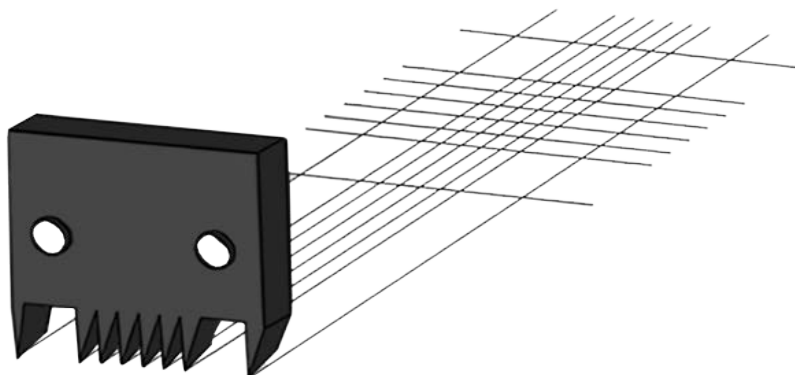

Рисунок 2.2 – Образованная решетка на покрытии
2. Аналогичным образом делают надрезы в перпендикулярном направлении. В результате на покрытии образуется решетка из квадратов одинакового размера (рис. 2.2);